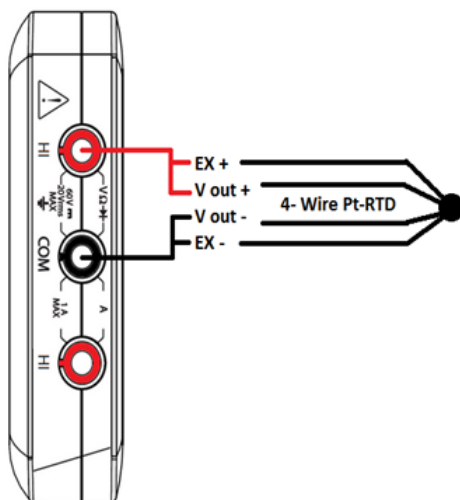

Figura 5.2: Schema di collegamento
La sonda Pt-RTD deve essere collegata al dispositivo myDAQ come una resistenza. Si richiedono un ingresso positivo (HI) su un lato e un ingresso negativo (COM) sull'altro lato, l'orientamento non ha importanza. Secondo il tipo di sonda RTD (2-wire, 3-wire, o 4-wire), devono essere fatte alcune modifiche. Essenzialmente, nel caso di sonda RTD 3-wire o 4-wire, si devono cortocircuitare gli ingressi di tensione positivi insieme, e cortocircuitare tra loro pure gli ingressi negativi. Questo perché i terminali DMM sul dispositivo myDAQ sono configurati per una misurazione della resistenza a due fili, dove la corrente di eccitazione proviene dai terminali di tensione d'ingresso. Nella figura 5.2 è raffigurata una sonda RTD a quattro fili utilizzata in modalità due fili cortocircuitando i segnali positivi insieme e i segnali negativi insieme.